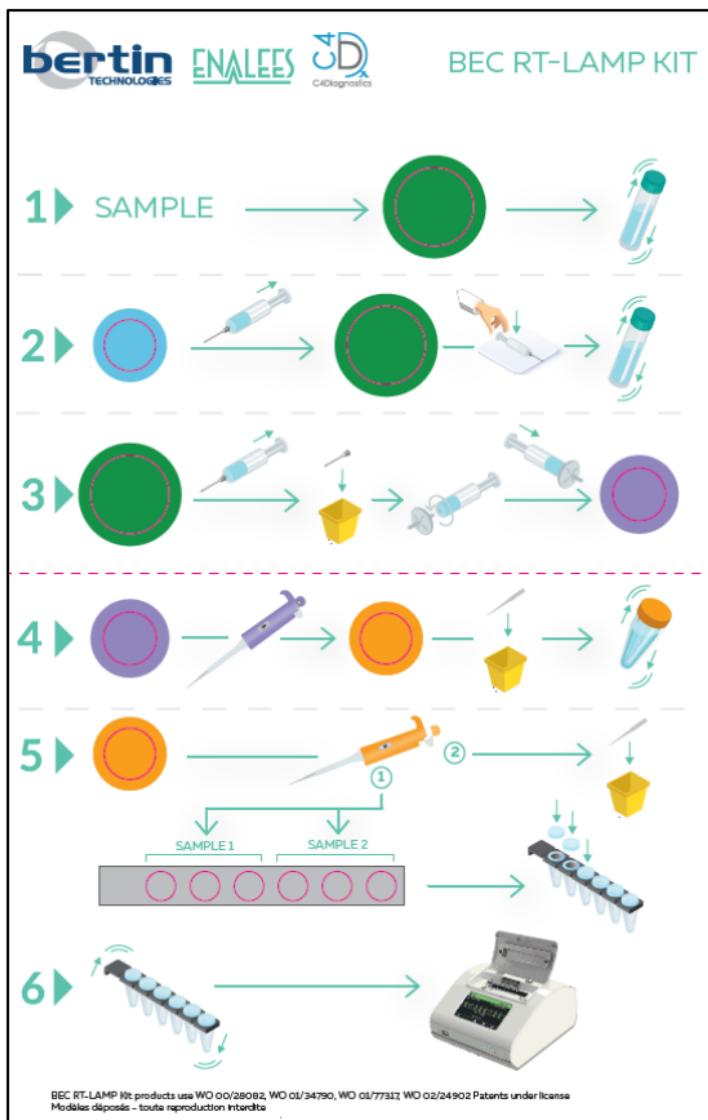

Figure 6: portoir fourni pour la manipulation des tubes.
- Un portoir en carton, permettant une manipulation facilitée des tubes, cf Figure 6.
- Disposer les différents tubes sur le portoir en carton fourni avec le kit, en respectant les codes couleurs, cf. Figure 6. **Ne pas ouvrir les tubes à cette étape.**
- Ouvrir le tube vert (BEC SARS-CoV-2 Lysing Buffer (green)) en position 1 sur le portoir (cf. Figure 6).